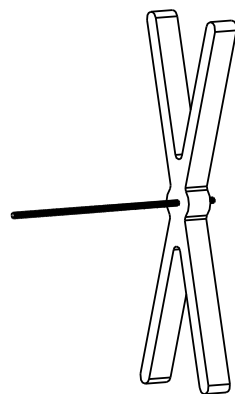

图2
2. 将叉形塑料件斜放入公共烟道内，将螺杆穿过叉形塑料件中间的圆孔（如图2），穿过长度为超出塑料件背面20-25mm即可，上紧垫片和M6螺母，保证螺杆牢固的固定住叉形塑料件。